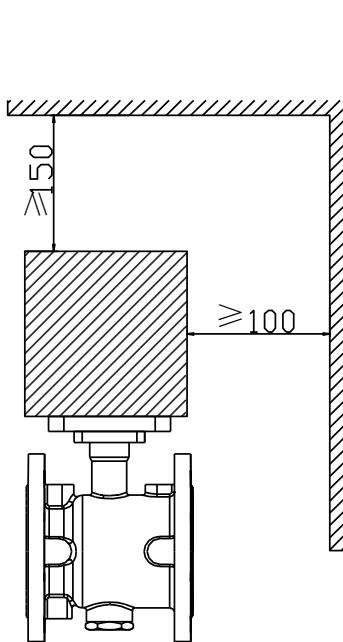

图 1
- 必须预留给执行器足够的拆装空间, 如图 1, 执行器距离顶端不小于 150mm, 距离左右两侧不小于 100mm。